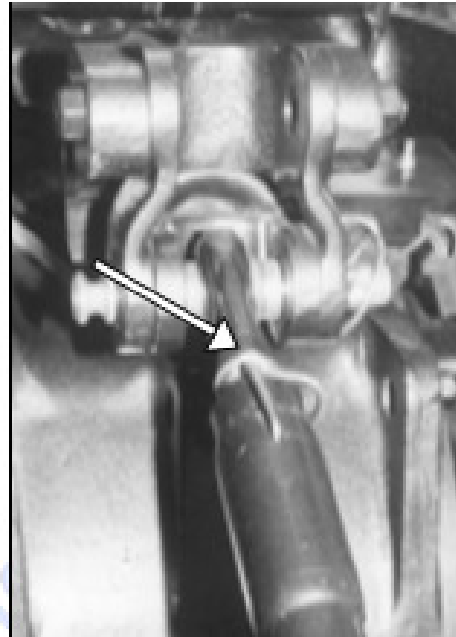

Fig. 71
3. Desconecte el extremo del tractor del tercer punto (Fig. 71).